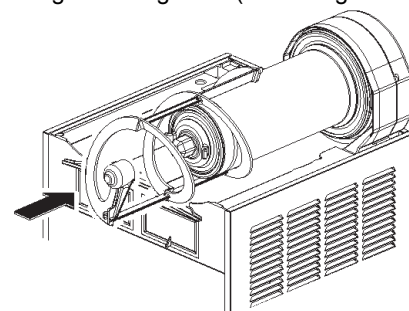

figura 15
- 6 Calzare la spirale esterna sull'evaporatore accoppiandone l'estremità anteriore all'albero del rotore magnetico esterno entrambi con sagoma esagonale (vedere figura 15).